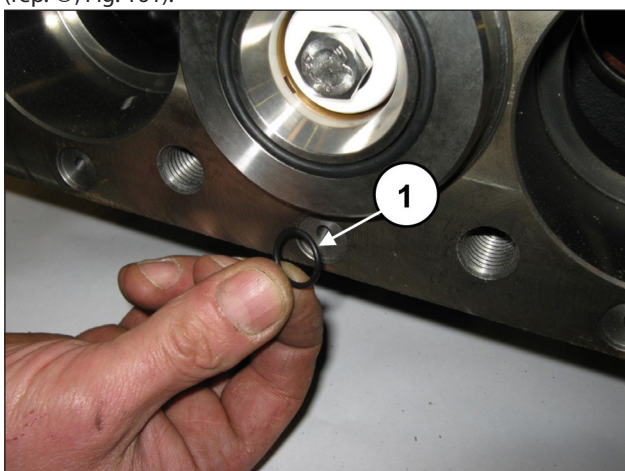

Fig. 161
Poser les 6 joints toriques à l'avant du carter de pompe (rep. ①, Fig. 161).